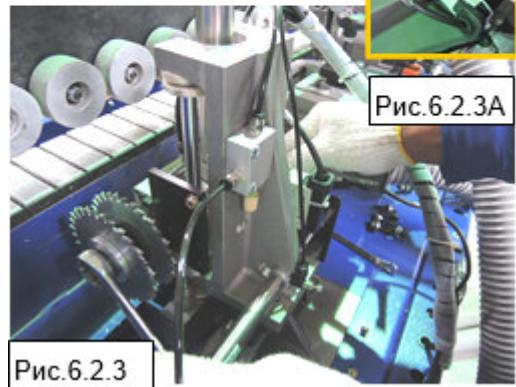

Рис.6.2.3
3. С помощью шестигранного ключа заблокируйте вал двигателя (Рис. 6.2.3 А).